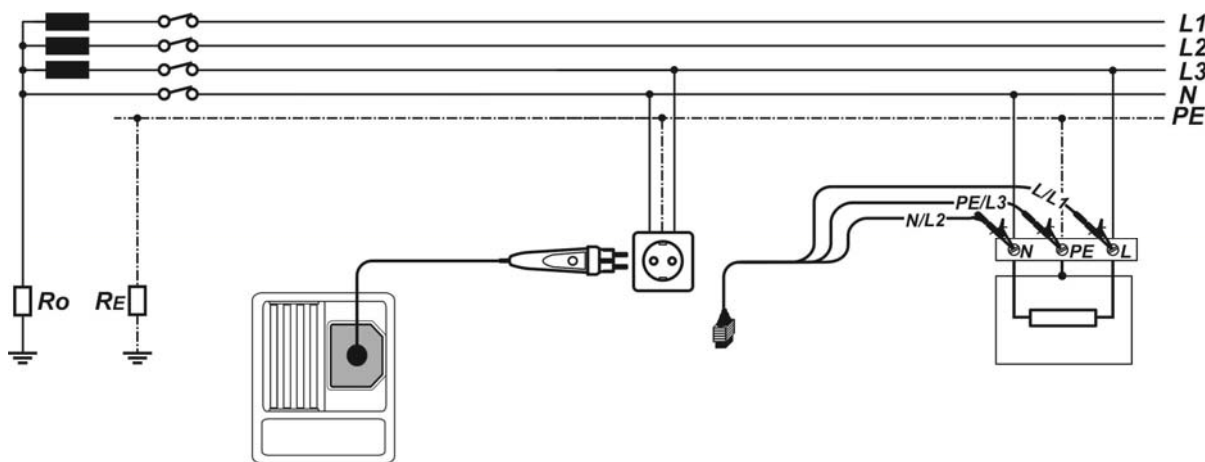

Рисунок 5.30: Подключение щетельного щупа «plug commander» и 3-х проводного тестового кабеля
- Подключите** измерительные щупы к тестируемому устройству (см. *Рисунок 5.30: Подключение штепсельного щупа «plug commander» и 3-х проводного тестового кабеля*).